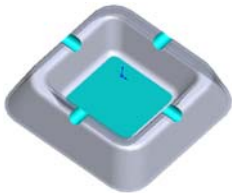

图 1-36 设置透明度后的图形
3. 确认设置的透明度。单击属性管理器中的[确定]按钮图标，结果如图 1-36 所示。